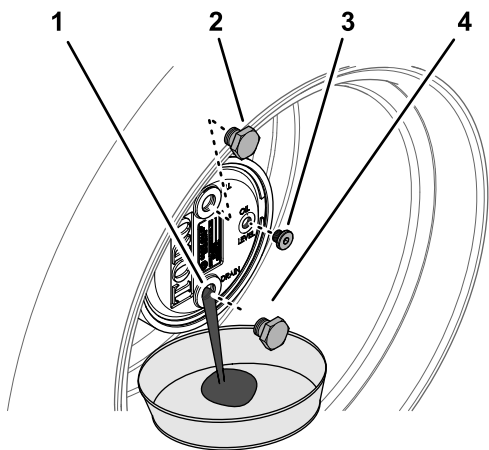

図 74
2. 補給プラグが時計の 12 時を指し、点検プラグが 3 時の位置を指すようにマシンを駐車する 図 74。
3. プラネタリハブの下にオイル回収容器を置き、6時の位置にあるドレンプラグを外してオイルを抜く図 74。
5. プラネタリハウジングのドレン穴にプラグを取り付ける図 74。